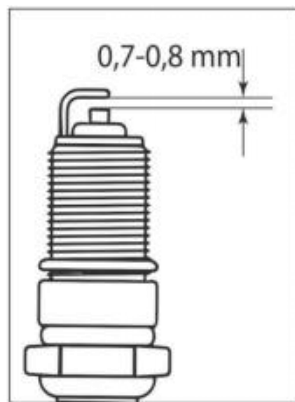

Fig. 27
7. Controllare la distanza tra l'elettrodo di terra e l'elettrodo centrale, utilizzando una sonda speciale. Se necessario regolare la distanza a 0,7-0,8 mm (Fig. 27).